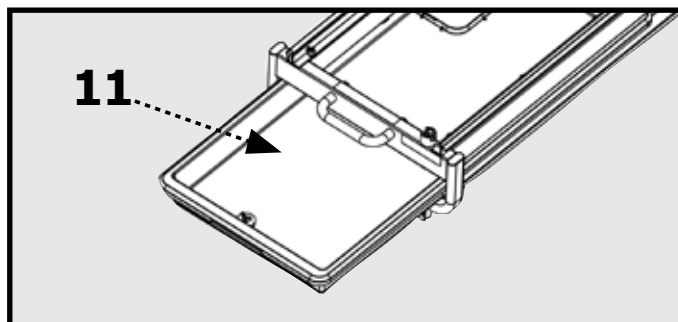

Figura 5
Inserte la Bandeja de Agua (11) deslizándola dentro del Marco Principal (1) como se muestra en la Figura 5.